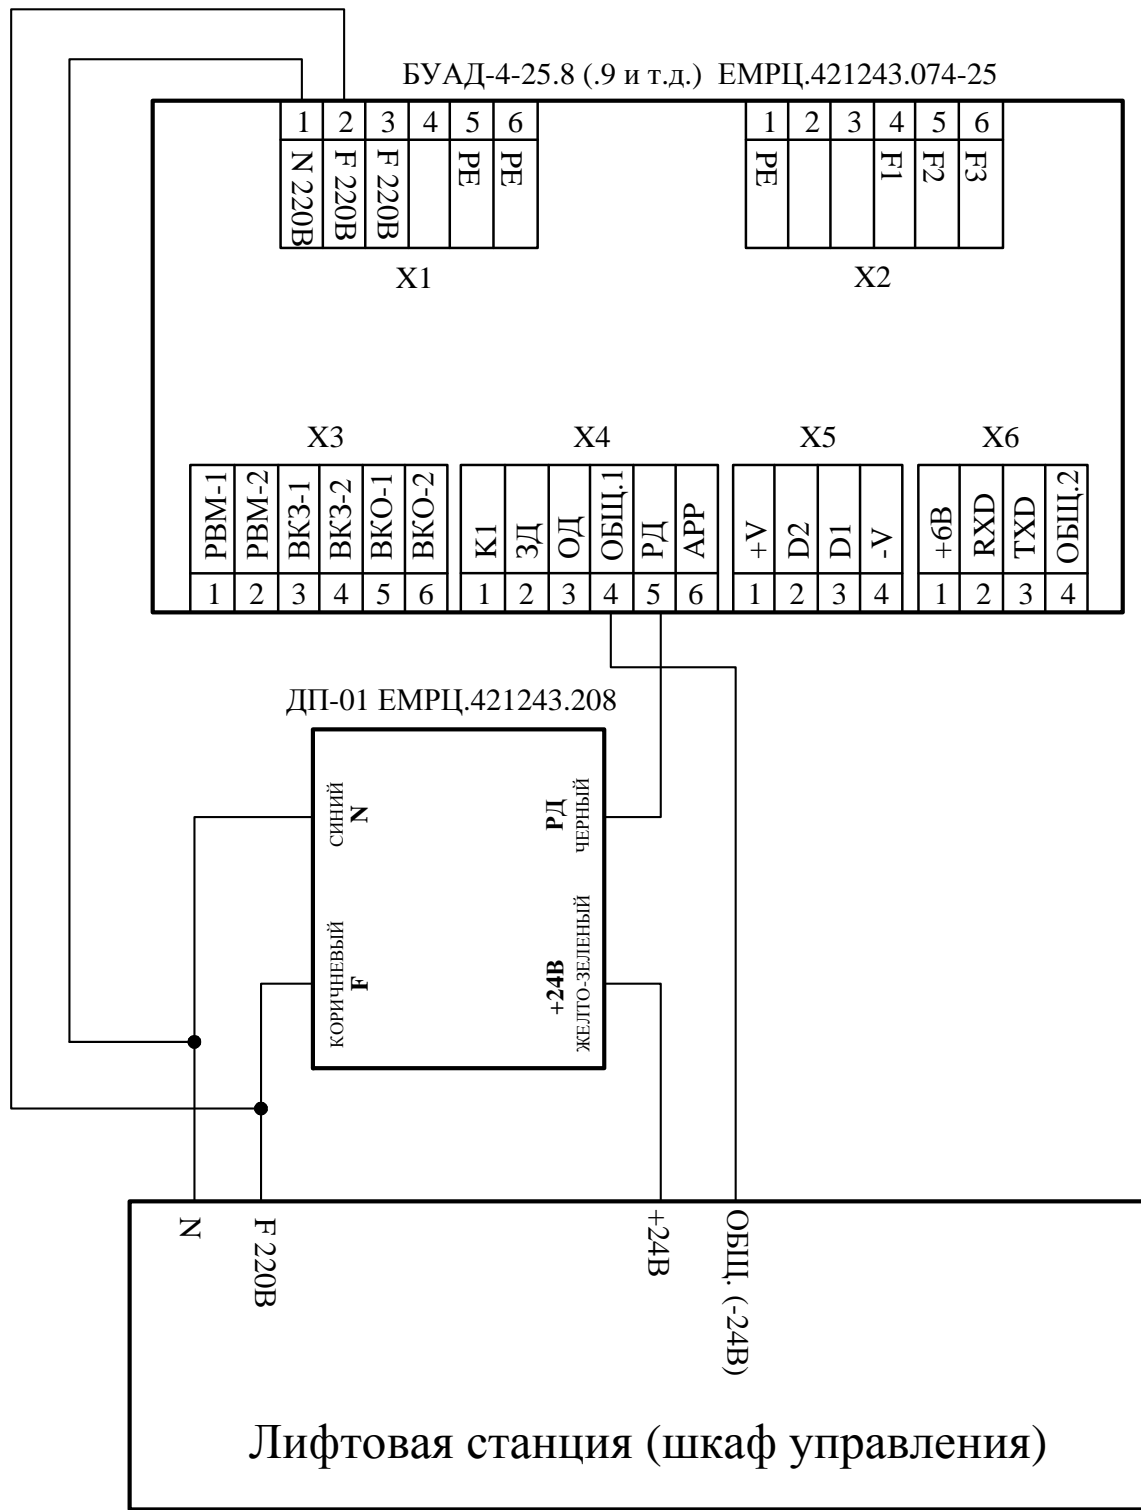

Рис.10. Схема соединения дополнительного внешнего датчика питания ~220В ДП-01 с Устройством и лифтовой станцией (шкафом управления).
4.7. Схема соединения внешнего датчика питания ~220В ДП-01 с *Устройством* и лифтовой станцией (шкафом управления) показана на **рис.10**. ДП-01 поставляется отдельно.